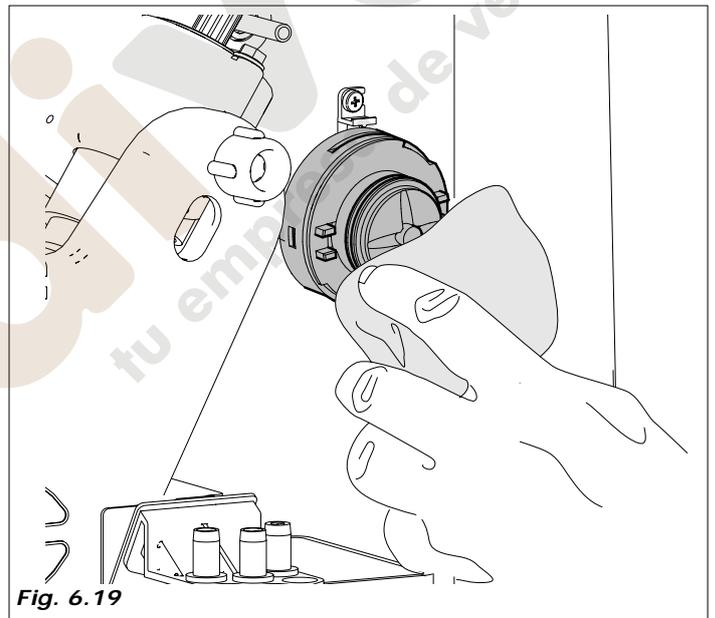

Fig. 6.19
- con un trapo humedecido, ( en la solución ), limpiar la base de las batidoras (Fig. 6.19)